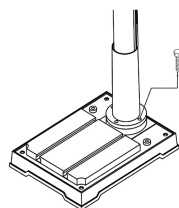

Fig. 2
3. Fixez en place au moyen des boulons et des rondelles. Serrez tous les boulons au moyen d'une clé (fig. 2).